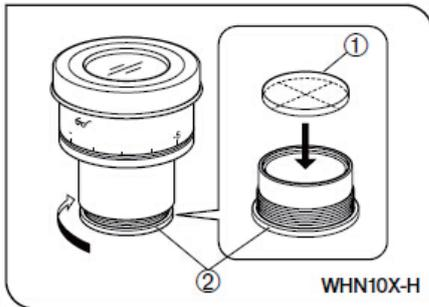

图 11
2 安装目镜测微尺 (图 11 和 12)
按照图 11 所示，按箭头方向转动已安装的测微尺框架②，将其从目镜上卸下，并将一个测微尺①放入框架中，使带刻字的表面朝下。